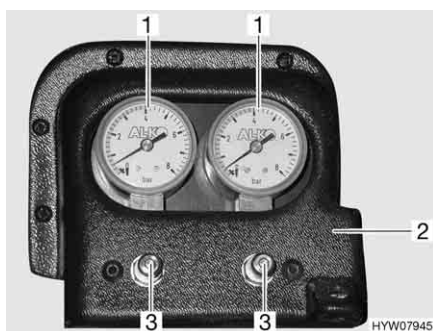

Fig. 7 Doppio manometro per sospensione pneumatica supplementare
La sospensione pneumatica supplementare per l'asse posteriore è composta dai soffietti sull'asse posteriore e dal doppio manometro (Fig. 7,2).
Negli indicatori (Fig. 7,1) del doppio manometro è possibile leggere la pressione presente nel soffietto.
- Collegare un'alimentazione d'aria esterna, per esempio un compressore a 12 V oppure una pompa d'aria, alla valvola (Fig. 7,3) posta sul doppio manometro.